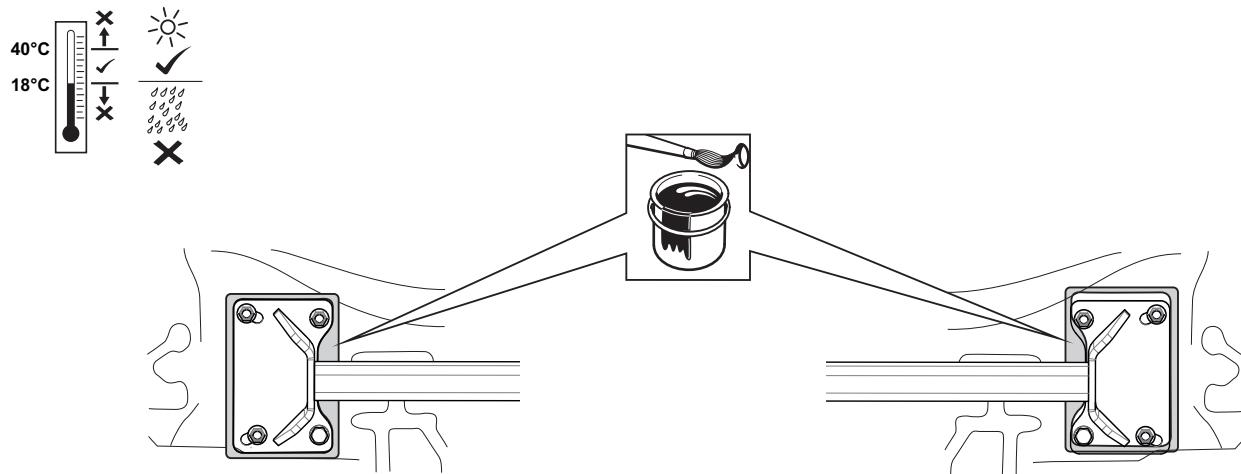

Fig. 2
5. Анти-ржавчина защиты простояния. См. рисунок 2.